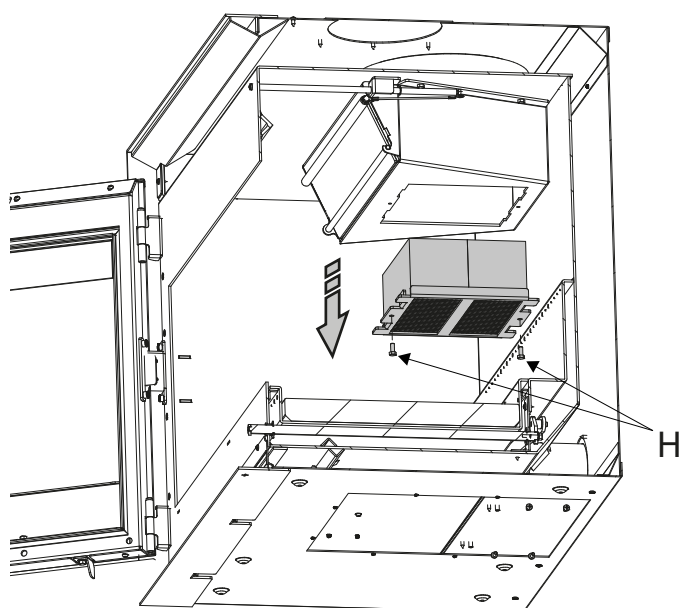

Fig. 9.2.3
- Svitare le viti fissaggio H; rimuovere supporto e catalizzatore (Fig. 9.2.3)